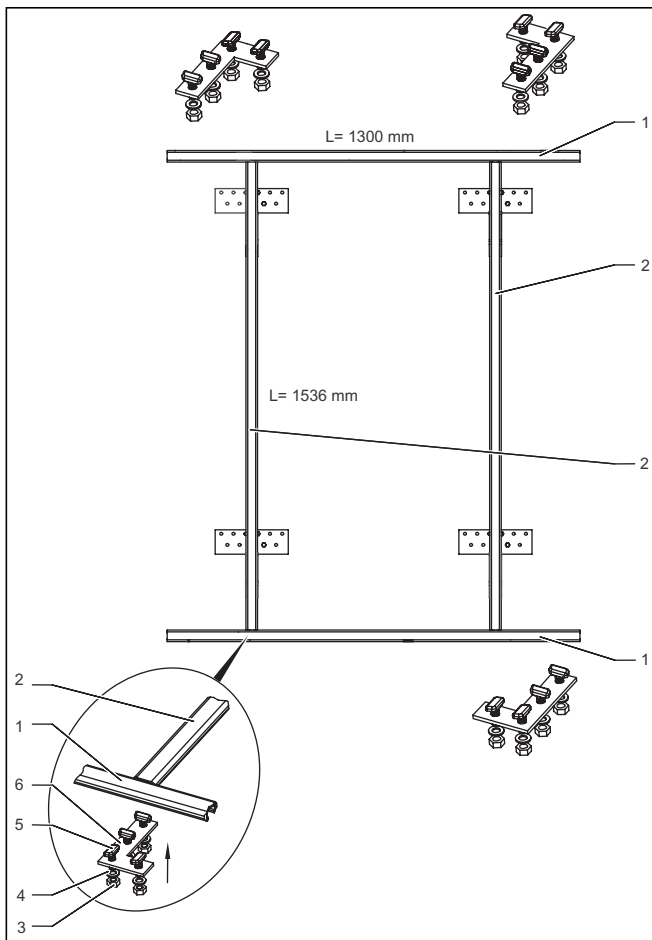

Abb. 6.22 Vorbereitung und Montage der L-Verbindungsstücke
- Befestigen Sie die horizontalen Auflageschienen (Abb. 6.22, Pos. 7) mit Hilfe der L-Verbindungsstücke (Pos. 8) an den vertikalen Auflageschienen (Pos. 9).
Beachten Sie bei der Vorbereitung der Montage die Lage der Hammerkopfschrauben in den L-Verbindungsstücken (siehe Abb. 6.22).